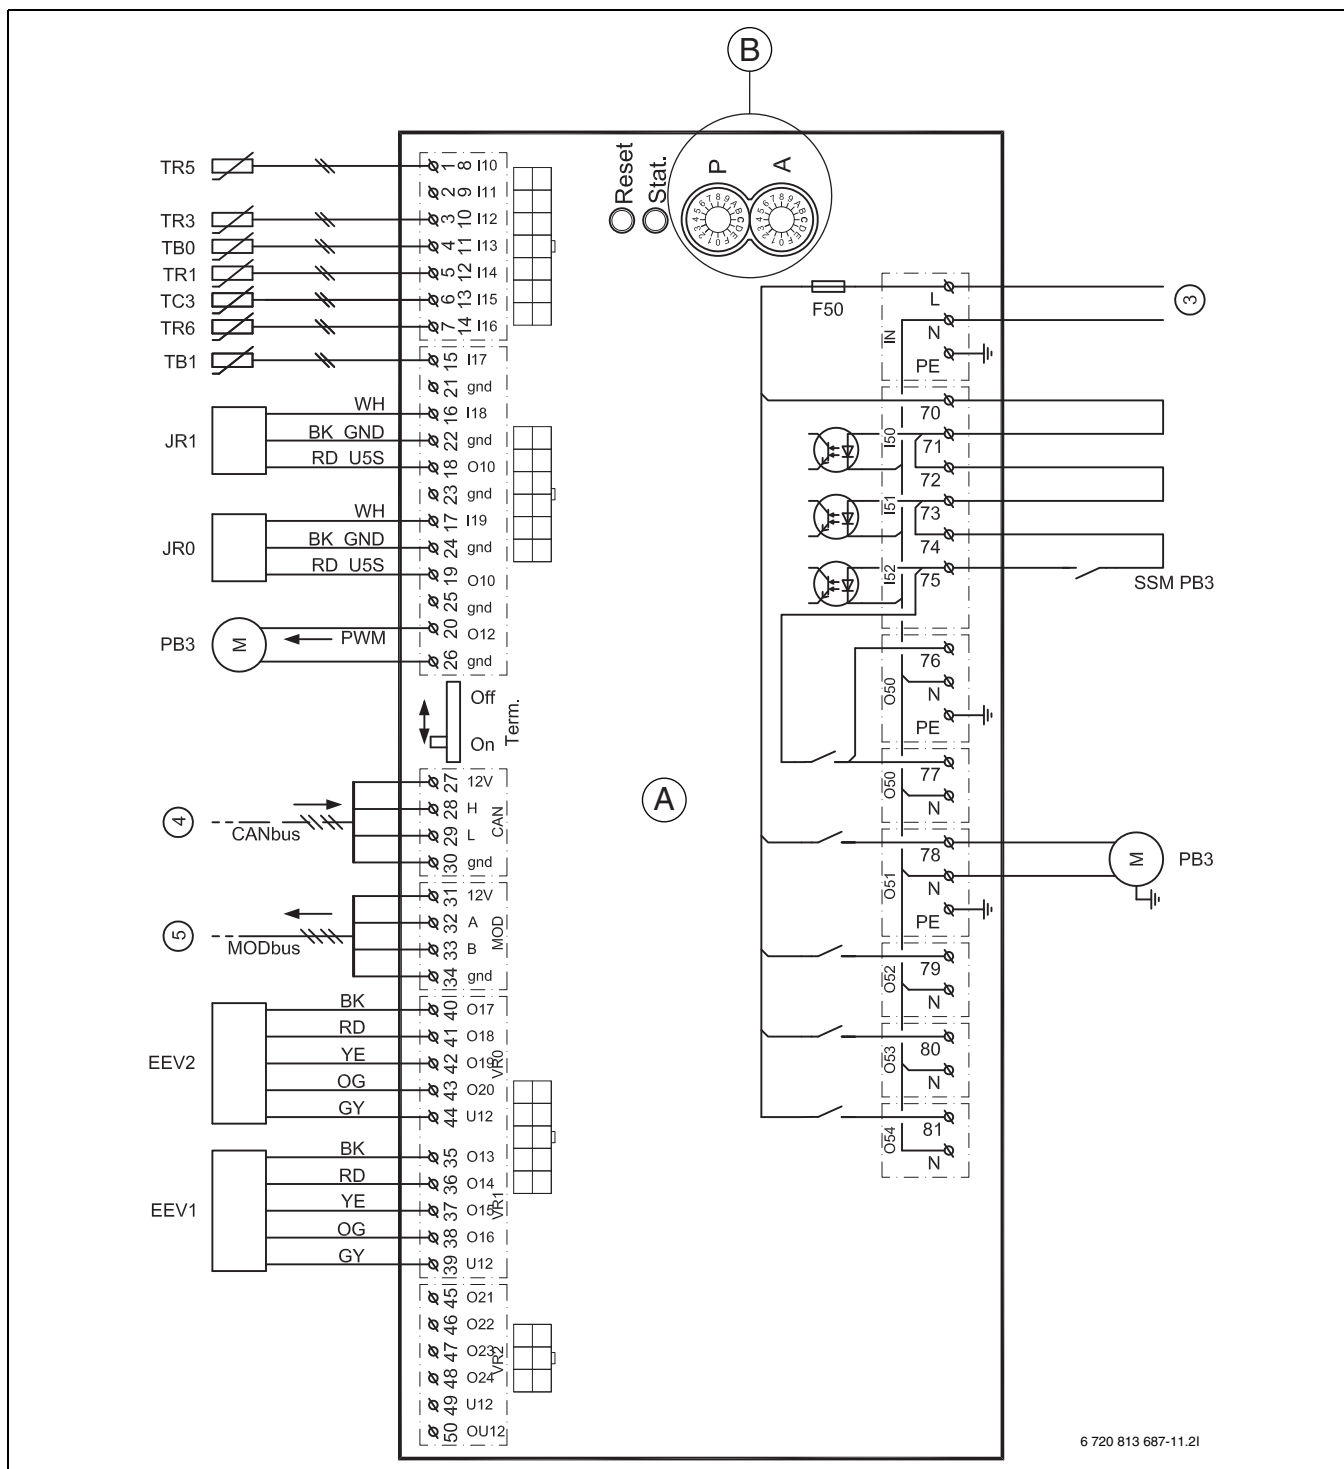

Fig. 30 Koblingskjema for I/O-modul
- [3] 230 V~ driftsspenning, I/O-modul ([3] fig. 30)
- [5] MOD-BUS fra I/O-modul ([5] fig. 30)
[4]	CAN-BUS til I/O-modul ([4] fig. 30)